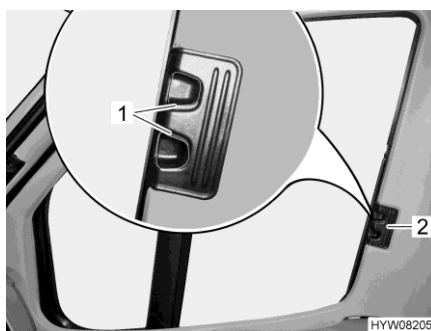

Fig. 21 Tendina oscurante pieghevole (finestrino del conducente/passeggero)
- Premere le maniglie di sbloccaggio (Fig. 21,1) e mantenerle premute.
- Con la levetta (Fig. 21,2) tirare le tendine oscuranti pieghevoli per il finestrino del guidatore e del passeggero verso l'altro lato della finestra e congiungerle alle strisce magnetiche.
- Inserire fino all'arresto le tendine oscuranti pieghevoli per il finestrino del guidatore e del passeggero per la maniglia (Fig. 21,2).
- Rilasciare le maniglie di sbloccaggio (Fig. 21,1) e mantenerle innestate.